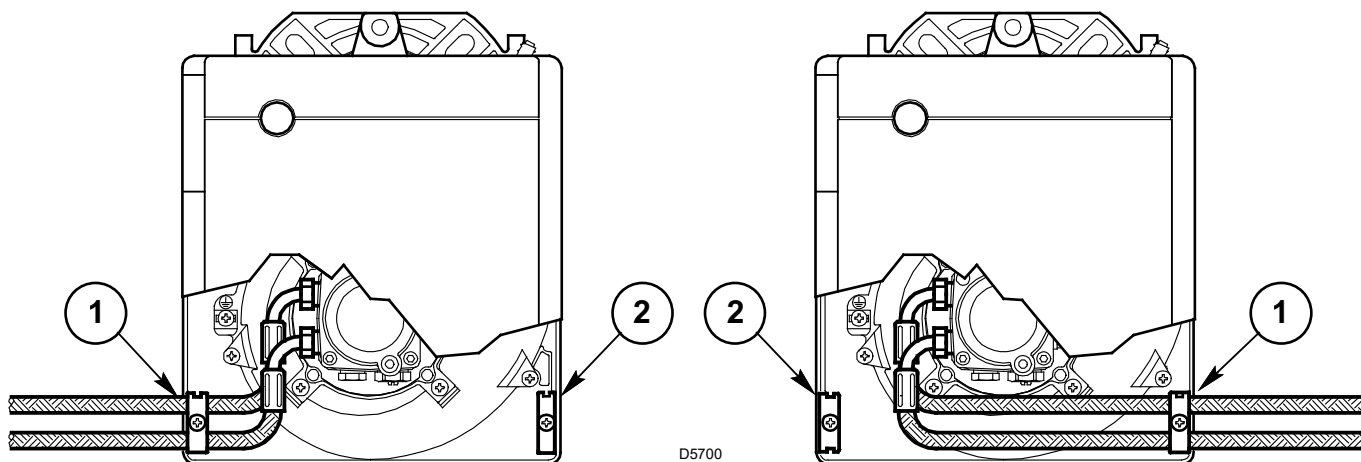

Abb. 6
Es muß jeweils die Halteschelle (1) bzw. der Verschlußwinkel (2) gewechselt werden, (vedi Abb. 6).